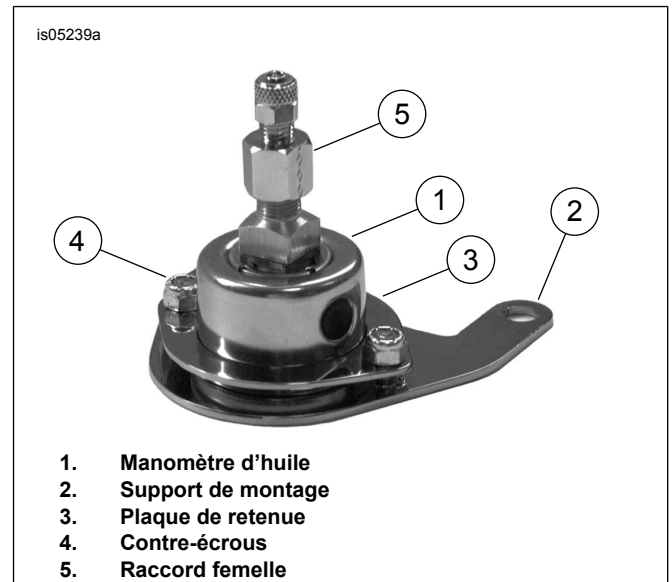

Figure 1. Ensemble de manomètre d'huile et support
1. Voir Figure 1. Monter le manomètre d'huile sur le support de montage avec les contre-écrous et la plaque de retenue comme indiqué. Serrer les contre-écrous jusqu'à ce que les goujons du support arrivent à peine au niveau des pièces en nylon dans les contre-écrous. Visser le raccord de tuyau femelle sur l'extrémité du manomètre. Immobiliser la tige carrée du manomètre avec la clé pour serrer le raccord femelle.